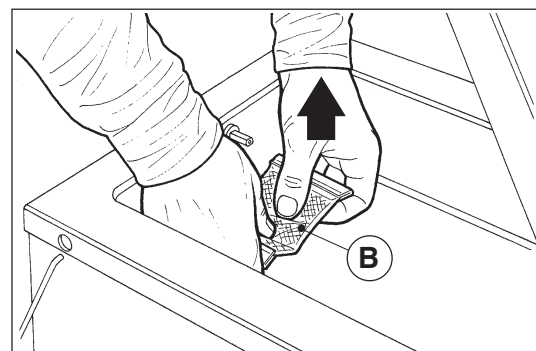

Fig. 3
- 4) Afferrare e tirare verso l'alto il cuscinetto sottobarra (B - Fig. 3).